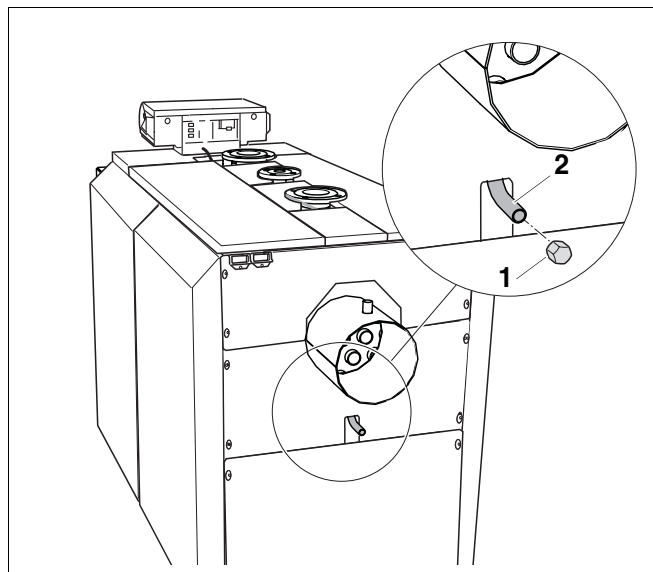

Рис. 52 Открывание / закрывание стока
- Снять заглушку стока (рис. 52, поз. 1).
- Вновь закрыть сток (рис. 52, поз. 2) заглушкой (рис. 52, поз. 1).